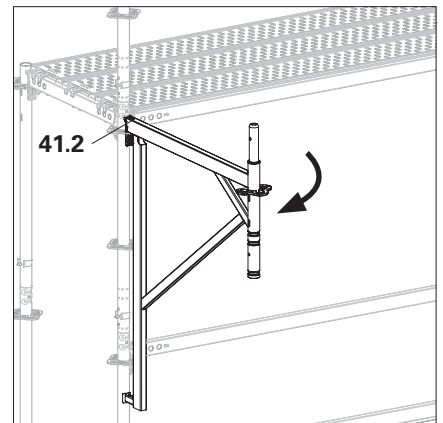

Fig. A6.03a
2. Sollevare il cuneo (**41.2**) e ruotare la mensola verso l'esterno. L'appoggio inferiore (**41.1**) deve essere a contatto con il tubo verticale. (Fig. A6.03a)